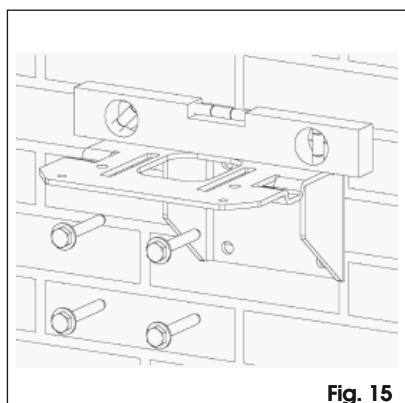

Fig. 15
2. Fissare il supporto motore nella posizione determinata utilizzando quattro tasselli con viti da M10, rispettando l'orientamento di Fig. 15.